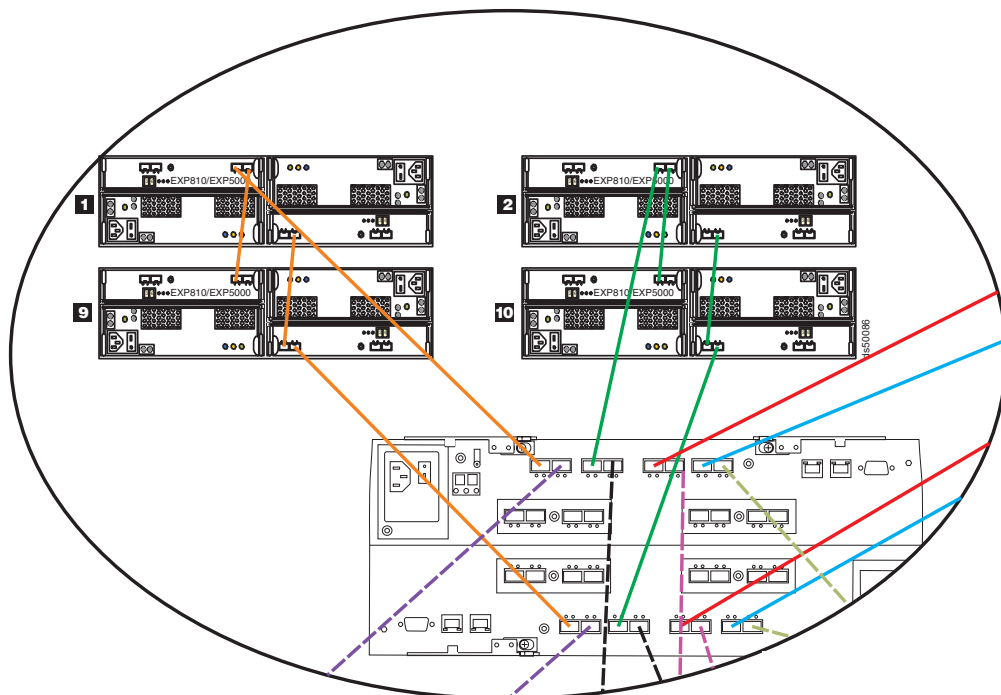

Figura 55. Um DS5100 e DS5300 e dezesseis gabinetes de expansão de armazenamento EXP5000
A Figura 55 na página 89 mostra o esquema de cabeamento para um DS5100 e DS5300 e dezesseis gabinetes de expansão de armazenamento EXP5000. A figura mostra apenas uma sessão cruzada do esquema de cabeamento.
2. Inclua o nono EXP5000 após o primeiro EXP5000 (consulte 9 na Figura 55.)
3. Conecte a porta 1A no ESM esquerdo do primeiro EXP5000 (1) à porta 1B no ESM esquerdo do nono EXP5000 (9).
4. Conecte a porta 1B no ESM direito do primeiro EXP5000 (1) à porta 1A no ESM direito do nono EXP5000 (9).
5. Conecte a porta 1B no ESM direito do nono EXP5000 (9) à porta 1 do canal de unidade 5 no DS5100 e DS5300.